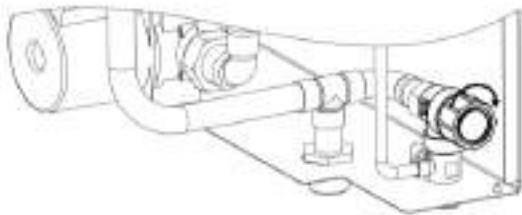

Рисунок 33. Поворот крышки клапана
**14.4** В начале отопительного сезона перед запуском прибора необходимо выполнить промывку предохранительного клапана – повернуть поворотную крышку в направлении стрелки (см. рис. 33).